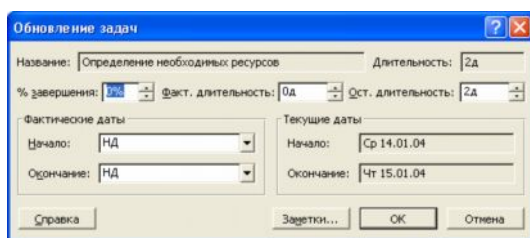

Рис.35. Обновление задач.
- *Обновить задачи.* Открывает диалоговое окно *Обновление задач* (рис.35), где можно настроить фактические даты начала и окончания, % выполнения и длительность выделенных задач;